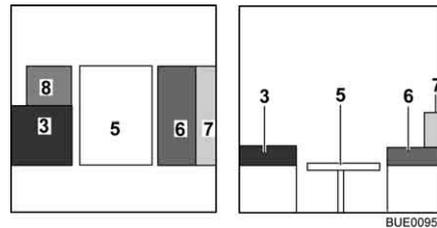

Bild 109 Während des Umbaus
- Den Druckknopf an der Sitzbank drücken und die Sitz-Verlängerung (Bild 109,8) nach vorn herausziehen.